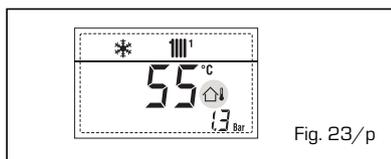

Fig. 23/p
- INTERVENTO TERMOSTATO SICUREZZA PRIMA ZONA MISCELATA "ALL 20" (fig. 23/q)